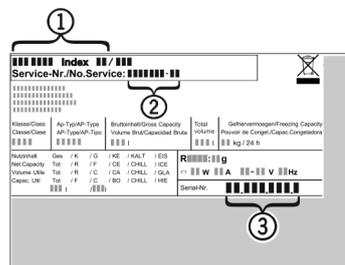

Fig. 15
- ▶ Den Kundendienst benachrichtigen und den Fehler, Gerätebezeichnung Fig. 15 (1), Service-Nr. Fig. 15 (2) und Serial-Nr. Fig. 15 (3) mitteilen.
- ▶ Gerätebezeichnung Fig. 15 (1), Service-Nr. Fig. 15 (2) und Serial-Nr. Fig. 15 (3) vom Typenschild ablesen. Das Typenschild befindet sich an der linken Geräteinnenseite.